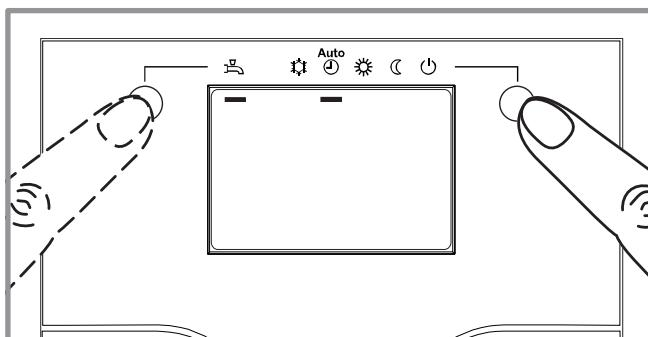

figure 6 - Sélection du régime de chauffe AUTO et puis du régime ECS (eau chaude sanitaire)
- Sélectionner le régime de chauffe "AUTO" (**figure 6**).
- Sélectionner le régime ECS (**figure 6**).